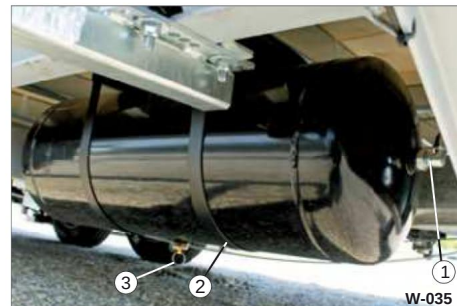

Fig. 35 Chassisunderside
• Kontrollér skrueforbindelser (fig. 35/1) for utætheder.
• Har beskadigede slanger og rør (fig. 35/1)